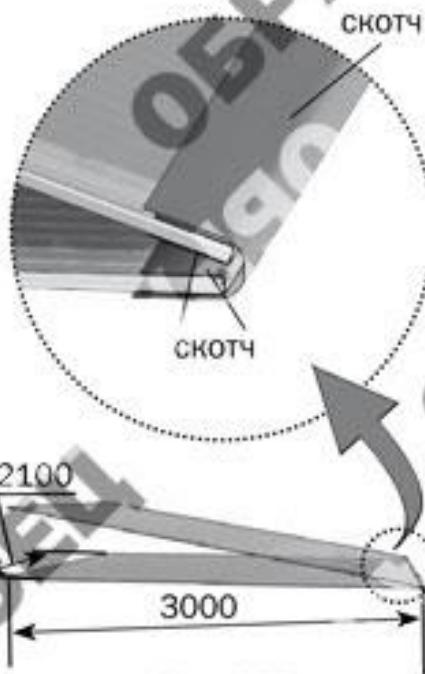

Рис.25
9. Для покрытия верха теплицы листы 6 х2,1 м режутся пополам на куски 3 х2,1 м, с соблюдением прямого угла линии реза к боковой кромке листа. Затем половинки листа складываются по линии реза, с совмещением боковых кромок, чтобы защитный слой поликарбоната был снаружи. Несовпадение кромок после разреза и складывания половинок устраняется подрезанием выступающей кромки. Если выступы кромок (погрешность реза) превышает 5 мм, то нужно выравнивать по линейке обе кромки, чтобы обеспечить прямой угол кромки реза к боковым кромкам. Защитная пленка снимается с поликарбоната без нарушения взаимного положения половинок листа. Соты поликарбоната закрываются скотчем, а затем обе половинки соединяются скотчем между собой по кромкам реза (**рис. 25**).